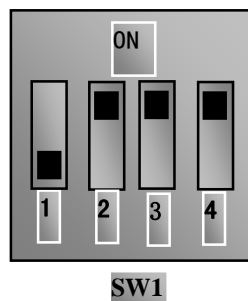

图 4-4 拨码开关
(2) 按方式键，进入编程菜单。
(3) 进行电机参数学习；操作步骤与例 1 完全相同。
(4) 设置变频器的功能参数：
① 进入 F106 参数，设置为 0，控制方式选择无速度传感器矢量控制；
② 进入 F203 参数，设置为 1，选择模拟 AI1，0~10V 电压端子频率设定方式；
③ 进入 F208 参数，设置为 1，选择方向端子（OP6 设置为正转；OP7 设置为反转）控制运行；
(5) 对于三相变频器控制端子排附近有一四位红色拨码开关 SW1，如图 4-4 所示。拨码开关的作用是选择模拟量输入端子 AI1、AI2 的输入范围（0~5V/0~10V/0~20mA）。实际使用时通过 F203 来选择模拟量输入通道。按图示把开关 1 拨到 OFF、3 拨到 ON 位置，选择 AI1 通道 0~10V 电压调速。